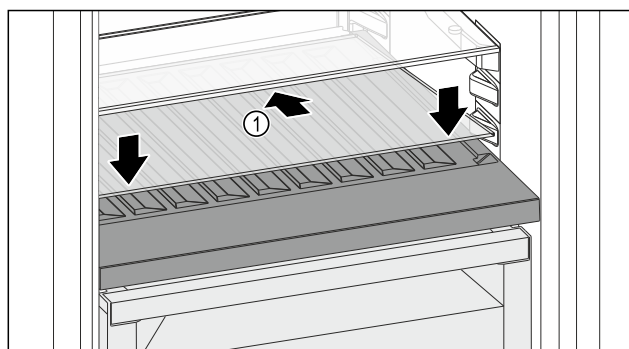

Fig. 167
- Posizionare il ripiano di vetro Fig. 167 (1) inclinato indietro e verso il basso.
- Abbassare la parte anteriore del ripiano di vetro Fig. 167 (1).